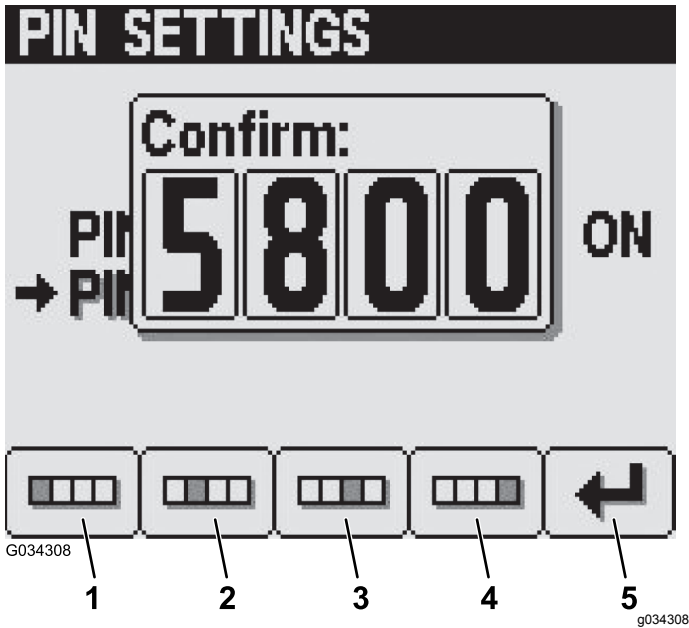

Figura 30
- Confirme o novo PIN utilizando os botões 1 a 4 e prima o botão 5 quando terminar o PIN (Figura 30).
Nota: Depois de confirmar as definições do PIN (Figura 30), surge um ecrã de PIN corrigido durante aproximadamente 5 segundos.